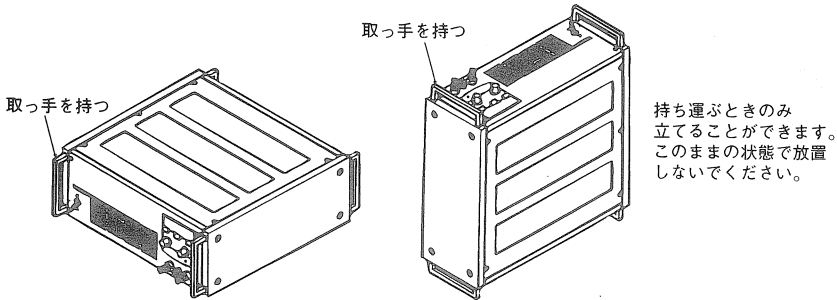

図 1-2C 移動時の注意 (1000W モデル)
- ・ 持ち運ぶときのみ本機を図1-2Cのように立てて、前面パネルの取っ手をそれぞれ二人で持って運ぶことができます。移動が終わったら、すみやかに底面を下にして置いてください。